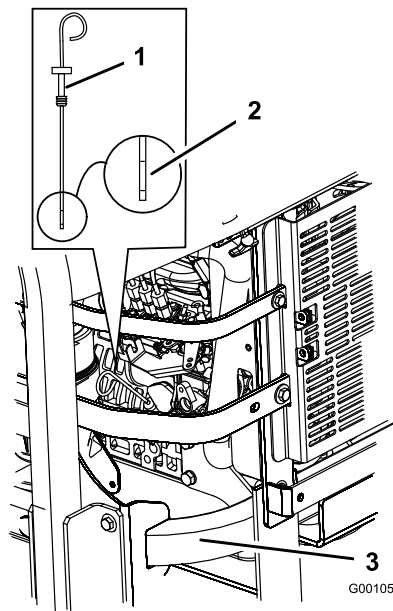

Figura 35
3. Pulire attorno all'asta di livello (Figura 35) in modo che la morchia non possa penetrare nel foro di rifornimento e danneggiare il motore.
4. Estrarre l'asta di livello dell'olio e pulire l'estremità metallica (Figura 35).
5. Inserire a fondo nel tubo di rifornimento l'asta di livello dell'olio. Estrarre l'asta e controllare l'estremità metallica (Figura 35). Se il livello dell'olio è basso, versare lentamente dell'olio nel foro di rifornimento solo quanto basta per portare il livello al segno Full.